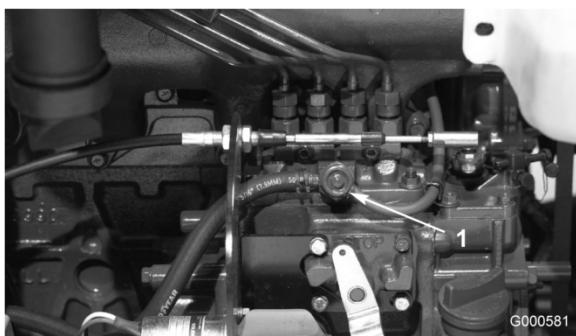

Figure 37
- Desserrez la vis de purge sur la pompe d'injection (Figure 37).